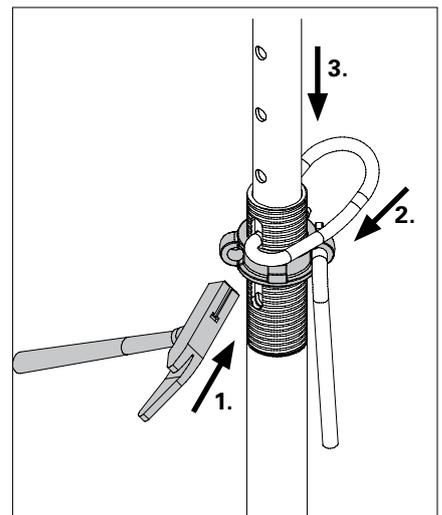

Fig. A2.02a
2. Maintenir la coulisse intérieure et extraire le crochet G. (Fig. A2.02a/A2.03a)